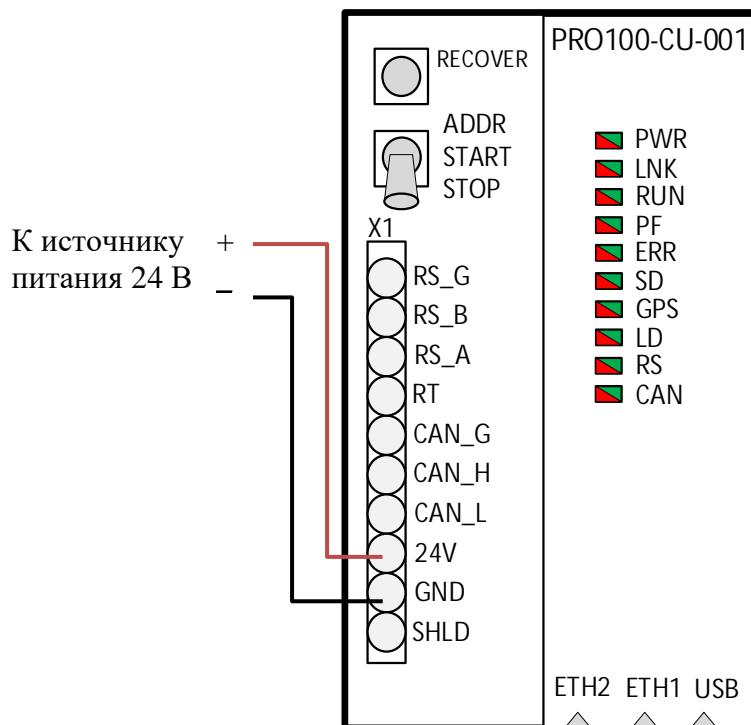

Рисунок 34 – Подача напряжения питания на общую электрическую шину
2.4.7 Подать напряжение питания 24 В постоянного тока на общую электрическую шину. Питание подаётся через процессорный модуль (рисунок 34).